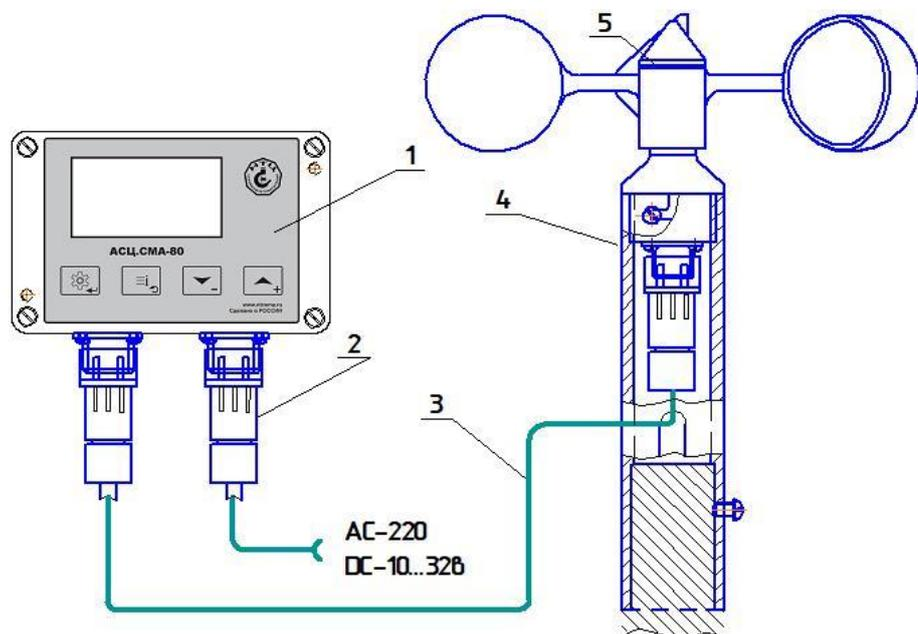

Рис.1 Блок-схема прибора
1. Конструктивно, прибор выполнен из блока и датчика. Блок-схема прибора представлена на (рис. 1).